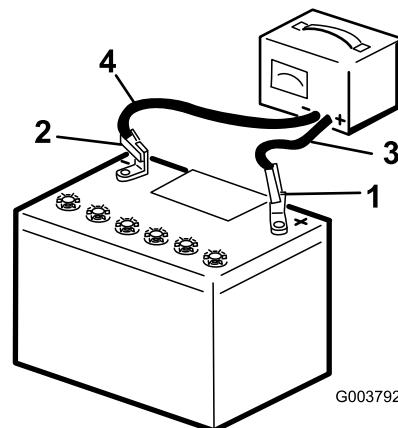

Figure 57
2. Chargez la batterie pendant 4 à 8 heures à un régime de 3 à 4 A (Figure 57). Ne chargez pas la batterie excessivement.
3. Quand la batterie est chargée au maximum, débranchez le chargeur de la prise, puis débranchez les fils du chargeur des bornes de la batterie (Figure 57).